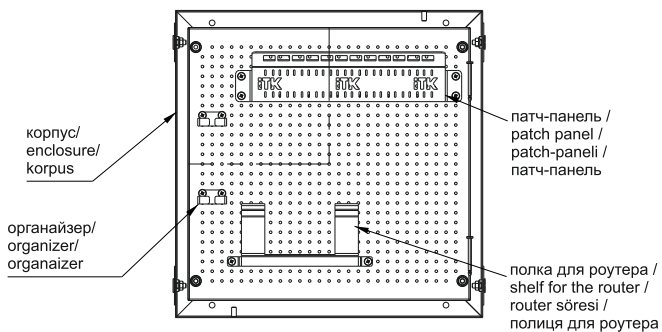

Рисунок 2 – Корпус / Figure 2 – Enclosure / 2-suret – Korpus
4.2 Всередині корпусу встановлена монтажна панель з регульованими по висоті полицею для встановлення Wi-Fi роутера (роутер в комплект не входить), настінною патч-панеллю на 12 портів з кронштейном, органайзером кабельним (рисунок 2).